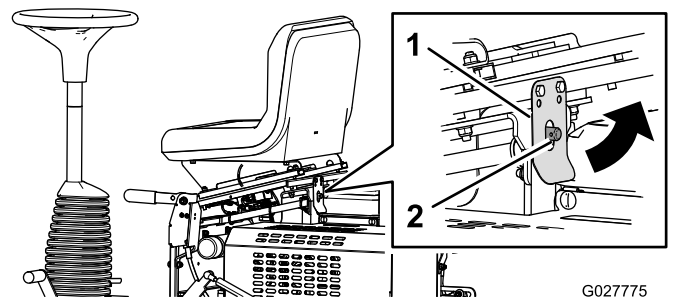

Bild 19
2. Ziehen Sie den Sitzriegel zurück und klappen den Sitz nach vorne (**Bild 19**).